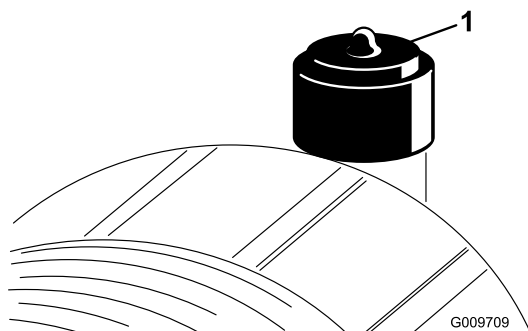

Figura 53
Faça a manutenção ao filtro de ar apenas quando o indicador de manutenção (Figura 53) o exigir. Mudar o filtro de ar antes de ser necessário apenas aumenta a possibilidade de entrar sujeidade no motor quando se retira o filtro.
6. Reinicie o indicador (Figura 53) se este se apresentar vermelho.